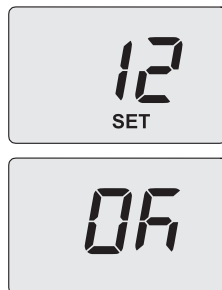

Figura 5.35
una unità sul display corrisponde a 5 secondi). Es. 12=60 secondi. Sul display compare la scritta "**SET**" (Figura 5.35).
- Premendo il tasto 13 (Figura 5.32) si ottiene la conferma del valore inserito. Sul display appare per 3 sec. la scritta "**OK**" (Figura 5.35), per poi visualizzare la lista dei parametri.